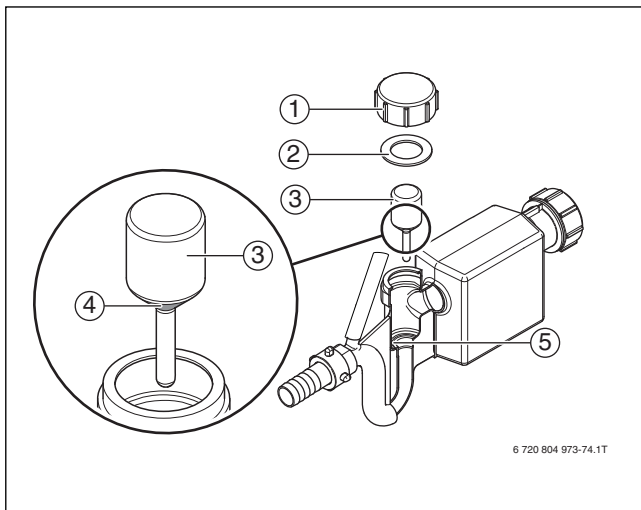

Fig. 78 Limpieza del sifón
- ▶ Desmonte la tapa de cierre [1] y la junta [2] (→ fig. 78).
- ▶ Enrosque el sifón (→ fig. 78, [1], pág.) en el racor de conexión del depósito de condensados (→ fig. 78, [2], pág.).